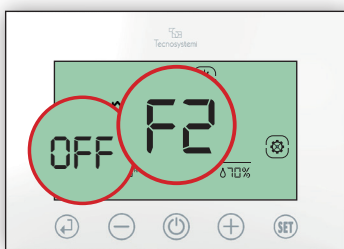

Fig.9
2.1 Verificare il lampeggio di OFF e fascia F2, premere il tasto (+) per impostare ON e confermare con (↩). (Fig.9)